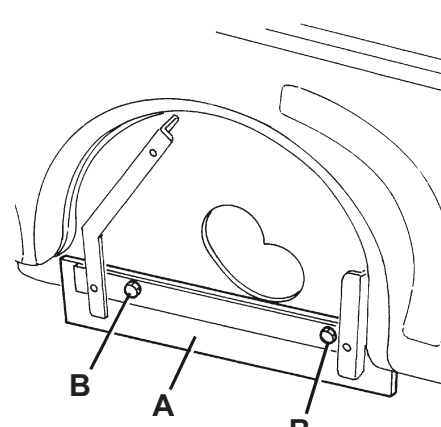

Figure 16
2. Ouvrir le coffre (10) de la machine et engager la tige de support (43) du coffre ;
3. Enlever la courroie (54) de la poulie (55) ; pour faciliter l'opération, faire tourner la poulie (55) en agissant manuellement sur le ventilateur d'aspiration (56) ;
4. Enlever les vis (27), puis enlever le portillon droit (26) avec la courroie (54). Dans la machine, régler la hauteur du volet (A, Fig. 16) en utilisant ses orifices oblongs (B) ;